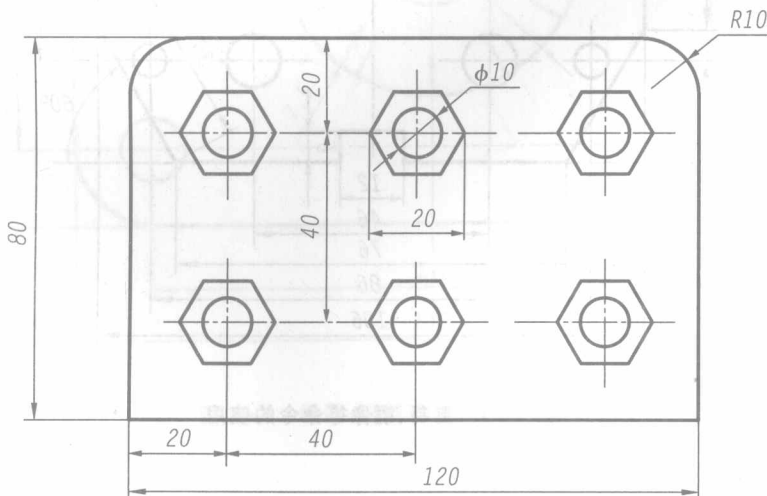

图 3-1 正多边形、圆角、矩形、阵列等命令的使用
2. 利用直线、矩形、画圆、正多边形、圆角、阵列等命令完成如图 3-1 所示的图形。